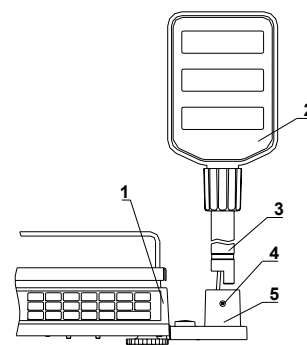

Рис. 6
- ориентировать ВД поз. 2 согласно рис. 6 - вырезом в стойке поз. 3 к корпусу весов поз. 1.
- вставить выносной дисплей в держатель поз. 5 рис. 6, не допуская излома и защемления гибких кабелей, до упора.
▪ зафиксировать выносной дисплей с помощью винта поз. 4 рис. 6.